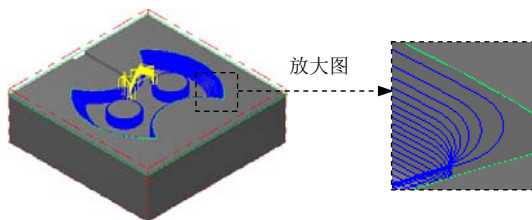

图 22.24 刀具路径
(1) 设置曲面参数。在“曲面粗加工等高外形”对话框中单击 **曲面参数** 选项卡, 在 **预留量** (此处翻译有误, 应为“加工面预留量”) 文本框中输入值 0.2, 其他参数采用系统默认设置值。
(2) 设置粗加工等高外形参数。在“曲面粗加工等高外形”对话框中单击 **等高外形粗加工参数** 选项卡, 在 **Z 轴最大进给量** 文本框中输入值 0.5, 在 **两区段间的路径过渡方式** 区域选中 **高速回圈** 单选项, 在 **斜插长度** 文本框中输入值 5.0。
(3) 单击“曲面粗加工等高外形”对话框中的 **✓** 按钮, 同时在图形区生成图 22.24 所示的刀具路径。